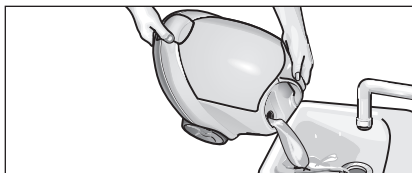

Fig. 13: Skylning af kedel
- Fyld kedlen med vand og ryst den kraftigt (derved løsnes kalkrester, der er aflejret i bunden af kedlen). Hæld vandet ud ved at tippe aggregatet mod hjørnet med påfyldningstragten (se fig. 13).
- Hæld resten af vandet helt ud af kedlen (se fig. 13).